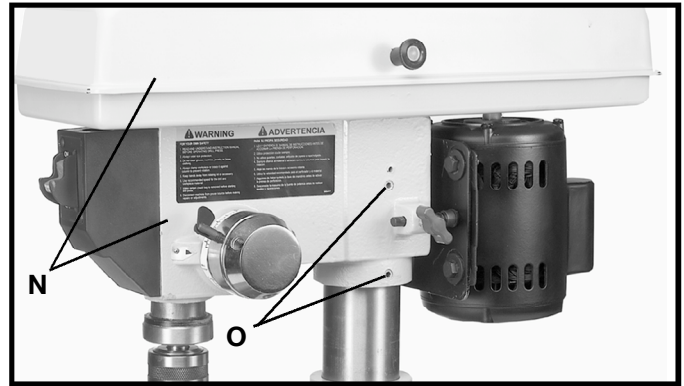
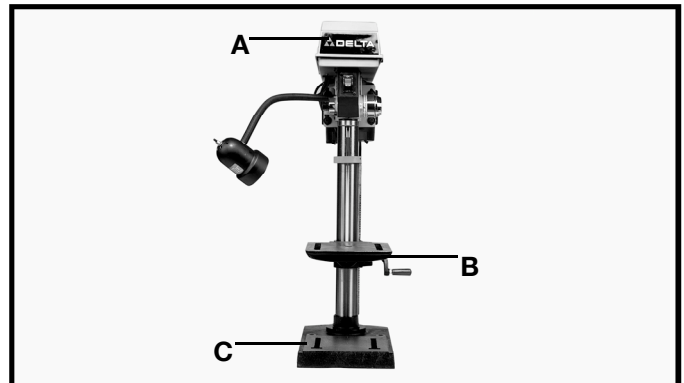

Fig. 13
Fig. 13A
8. Glisser la tête de la perceuse à colonne (N, fig. 13) sur la colonne aussi loin que possible. Aligner la tête (A, fig. 13A) avec la table (B) et la base (C). Serrer les deux vis de blocage (O, fig. 13) avec la clé fournie.